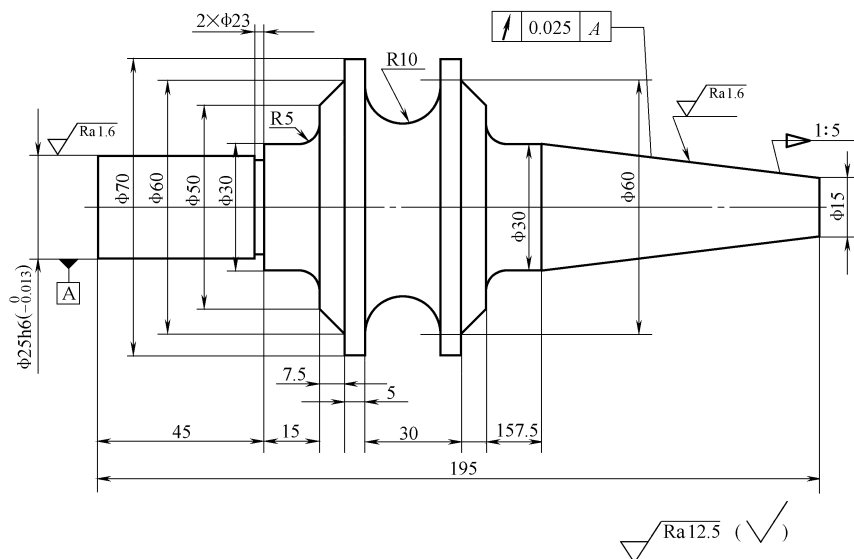

图 D-7 造型与编程题 7
7. 已知毛坯尺寸为 $\phi 80\text{mm} \times 240\text{mm}$ ，材质为 45 调质钢，根据图 D-7 所示的零件图尺寸，完成零件的车削加工造型（建模），生成加工轨迹，并根据 FAUNC-0i 系统要求进行后置处理，生成 CAM 编程 NC 代码。